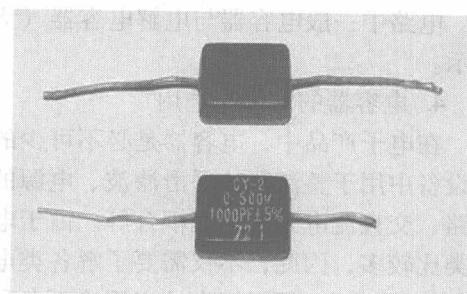

图 1-1-15 云母电容器
3) 云母电容器。结构及特点：以云母为介质，具有很高的绝缘性，在高频下的损耗也很小，漏电流小，固定电感小，性能很稳定，电容量比较小（从几十皮法到几万皮法）。误差分为四级： $\pm 2\%$ 、 $\pm 5\%$ 、 $\pm 10\%$ 、 $\pm 20\%$ 。常见云母电容器如图 1-1-15 所示。